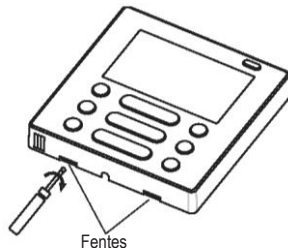

Fig. 3-4
- Introduisez un tournevis pour vis à fente dans les fentes dans la partie inférieure du contrôleur câblé (2 endroits), puis déposez la partie supérieure du contrôleur câblé. (Fig. 3-4)